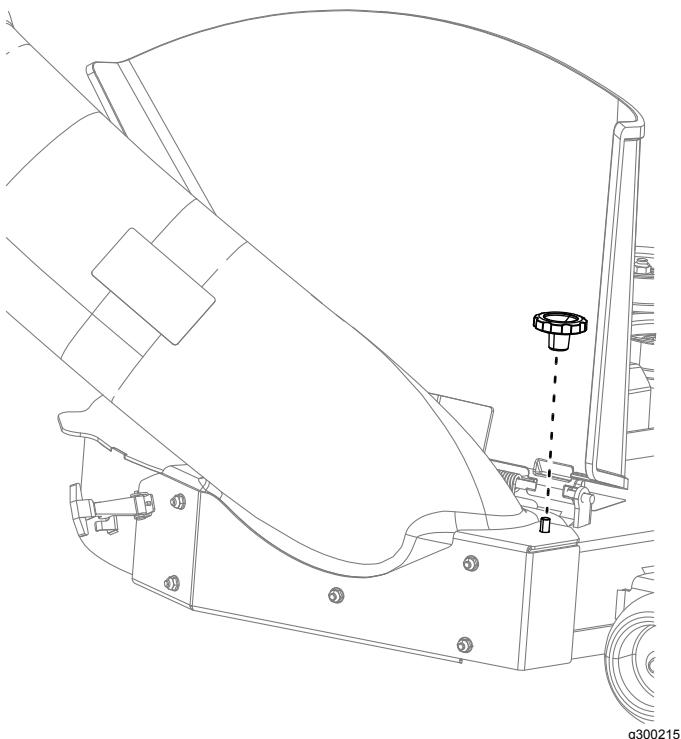

Figura 19
2. Montate il nuovo deflettore di scarico del sistema di raccolta sul piatto di taglio nella stessa posizione sul piatto di taglio del deflettore rimosso in precedenza (Figura 19).
5. Montate il deflettore anteriore sulla parte anteriore del piatto di taglio utilizzando un dado (5/16") e un bullone a testa tonda, come illustrato nella Figura 19.
6. Fissate il cammino di scarico al piatto di taglio con la manopola (Figura 19).
7. Serrate a mano la manopola per fissare il cammino di scarico al piatto di taglio (Figura 19).